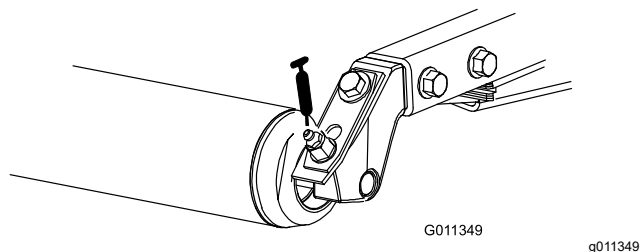

Figure 50
- Roulements de rouleau arrière (2 par plateau de coupe) (Figure 50)